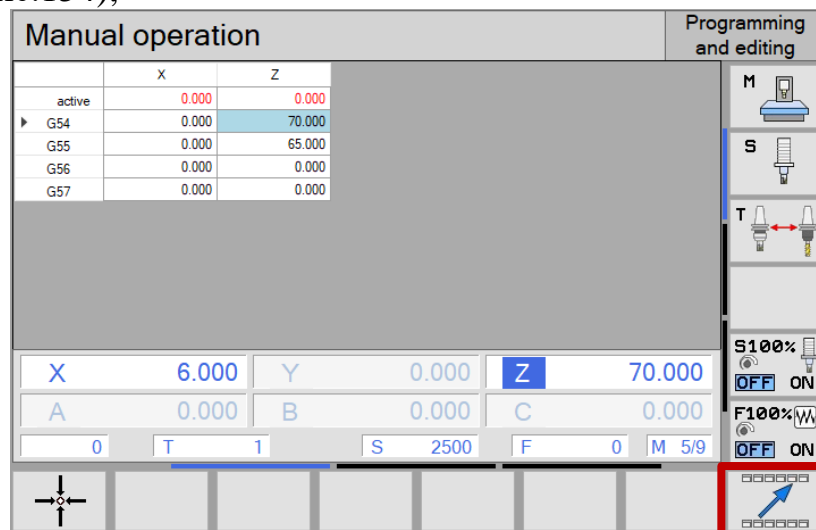

Рис.154. Кнопка возврата в предыдущее меню
8. На экране пульта управления нажать кнопку возврата в предыдущее меню (рис.154);